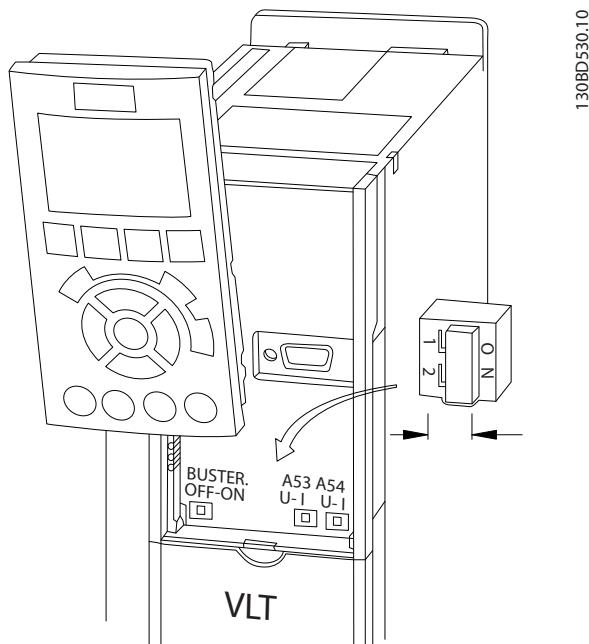

图 4.13 端子 53 和 54 的开关的位置
- 拆下本地控制面板（请参阅 图 4.13）。
- 可以使用变频器的端接开关（总线终端开/关，请参阅 图 4.13）或偏置端接电阻网络实现每个网络段两端的端接。